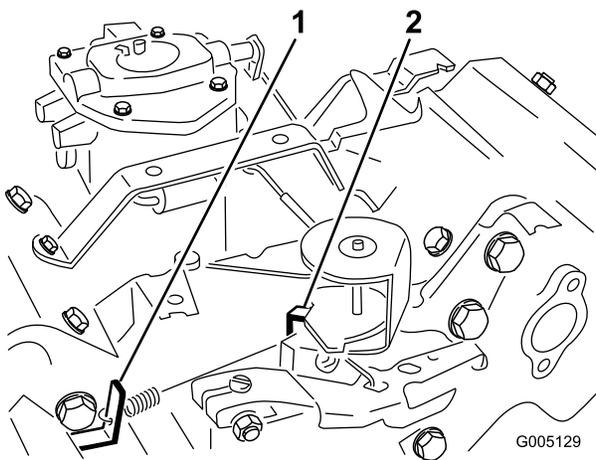

Figura 47
3. Doble la pestaña de anclaje del muelle de regulación del ralentí (Figura 47) hasta obtener una velocidad de ralentí de 1650 ± 100 rpm. Compruebe la velocidad con un tacómetro.
5. Mueva el control del acelerador a la posición de Rápido. Doble la pestaña de anclaje del muelle de alta velocidad (Figura 47) hasta obtener una velocidad alta de 2850 ± 50 rpm.